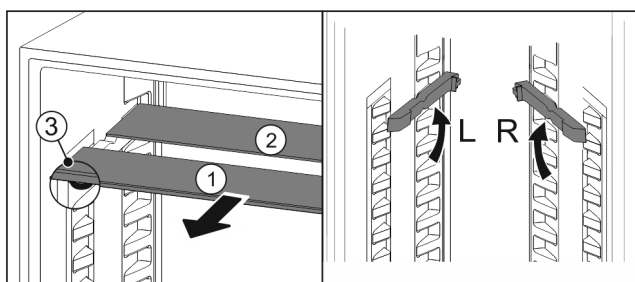

Fig. 60
- Glasplaten afzonderlijk vanaf de voorkant eruit trekken Fig. 60 (1).
- ▷ Glasplaat Fig. 60 (1) met sierlijst ligt voor.
- ▷ Stops Fig. 60 (3) zijn naar onder gericht.